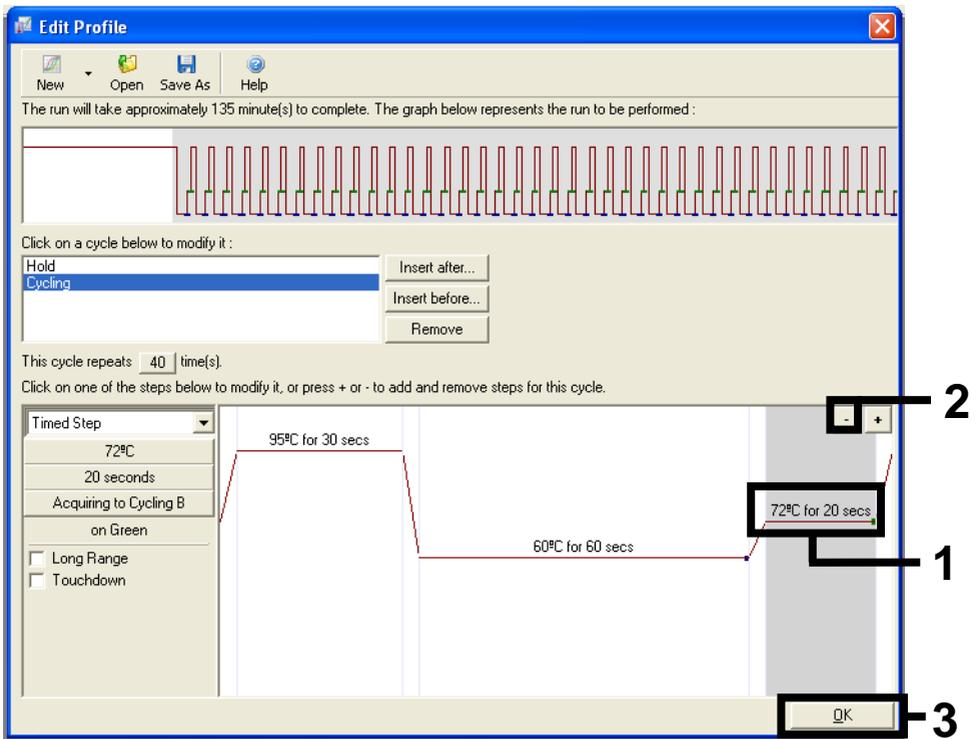

Figura 29. Remoção do passo de extensão.
- Coloque em destaque o terceiro passo e clique em – para eliminar. Clique em OK (Figura 29).